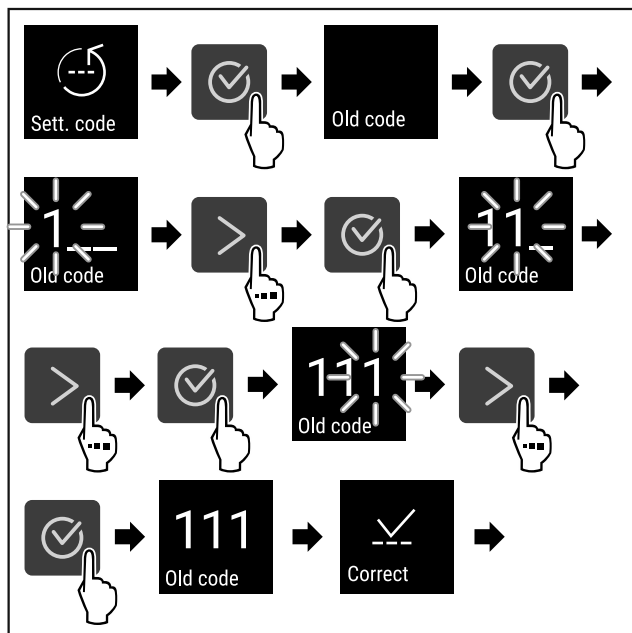

Fig. 72
- ▶ Stappen (zie Fig. 72) uitvoeren.